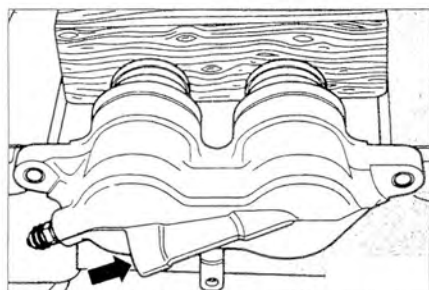

Рис. 8.19. Выпрессуйте поршень из тормозного суппорта.
1. Выпрессуйте поршень из тормозного суппорта (рис. 8.19).